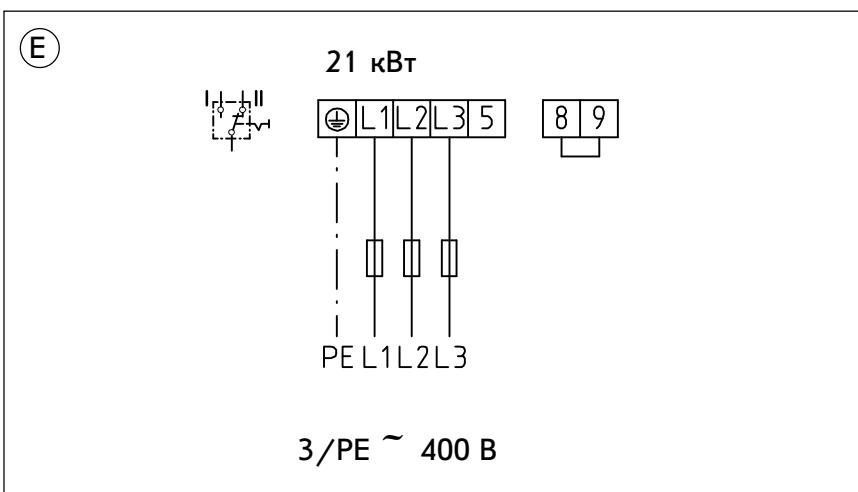

Рис. 15
**(E) Режим одноконтурного накопителя, рис.15****Реле сброса нагрузки LR 1-A**